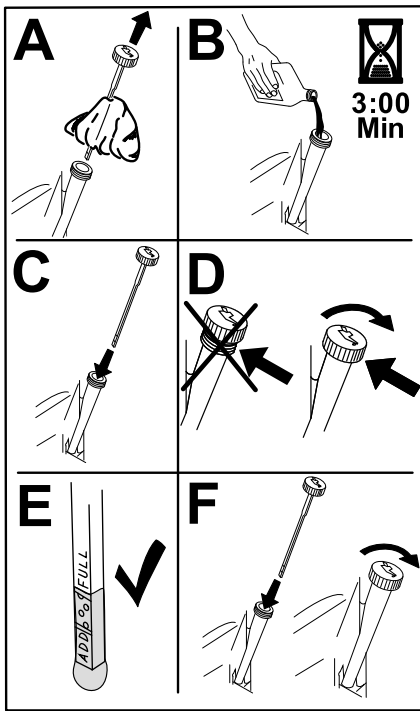

Figure 49
6. Versez lentement environ 80 % de l'huile spécifiée dans le tube de remplissage, puis faites l'appoint lentement pour faire monter le niveau jusqu'au repère maximum (Full) (Figure 49).